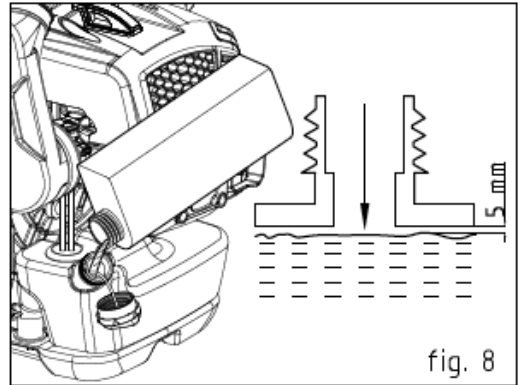

fig. 8
- Não encha mais da conta. Deixe um espaço mínimo de 5mm entre o combustível e a tampa para permitir a expansão do combustível dentro do depósito. (fig.8)